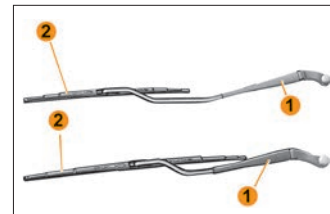

Рис. 8. Щетки стеклоочистителя
– поднимите рычаг **1** (рис. 8) стеклоочистителя с ветрового стекла;